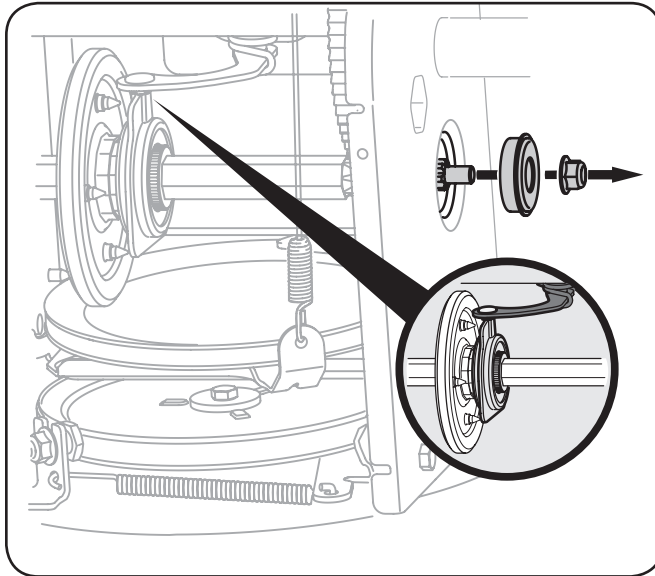

Figura 7-7
5. Retire con cuidado la tuerca hexagonal y la arandela que sujetan el eje hexagonal al marco de la máquina quitándole, y golpee suavemente el extremo del eje para desplazar el cojinete de bolas del lado derecho del marco. Vea la Figura 7-7.